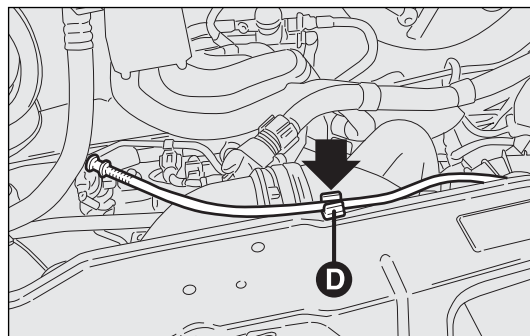
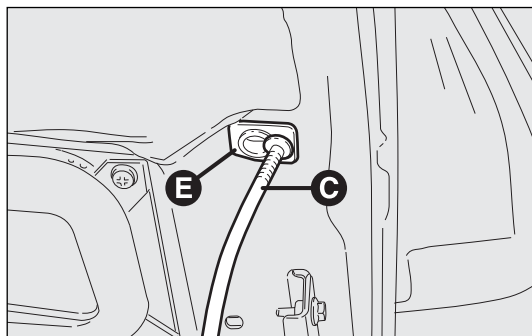

fig. 131
fig. 132
- ☐ levantar el capó y, al mismo tiempo, soltar la varilla de sujeción fig. 131 de su dispositivo de bloqueo D, luego introducir el extremo C-fig. 132 de la varilla en el alojamiento E del capó.
- ☐ mantener levantado el capó con una mano y con la otra retirar la varilla C-fig. 132 del alojamiento E y volver a introducirla en el dispositivo de bloqueo D-fig. 131;